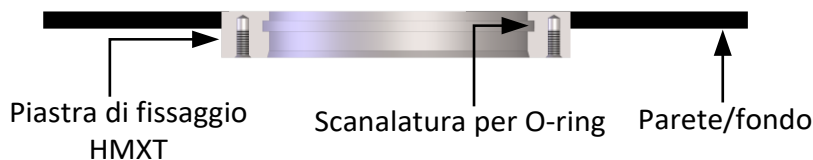

Figura 23: Piastra di fissaggio montata a filo
1. Dopo aver saldato la piastra di fissaggio in sede, verificare che sia a filo con la superficie interna (Figura 23).